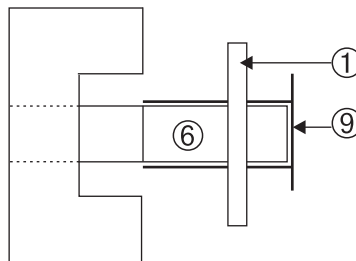

Fig. 3
- enlever la pièce tubulaire ⑨ qui réduit le balancement de la bobine ① sur la pièce polaire ⑥ (fig. 3);